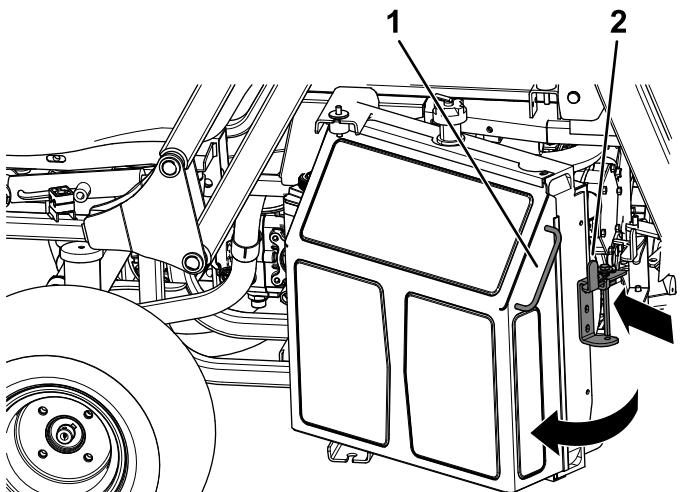

Figure 58
- Poussez le verrou sur le radiateur vers l'intérieur et le radiateur (Figure 58).
- En vous aidant de la poignée sur le côté du radiateur, faites pivoter le radiateur pour accéder au moteur (Figure 58).